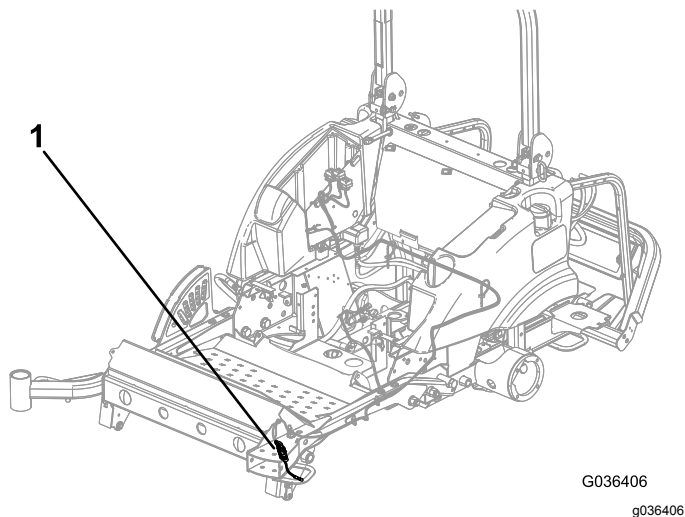

Figura 25
9. Ligue a cablagem do shunt à cablagem da plataforma como mostrado na Figura 25.